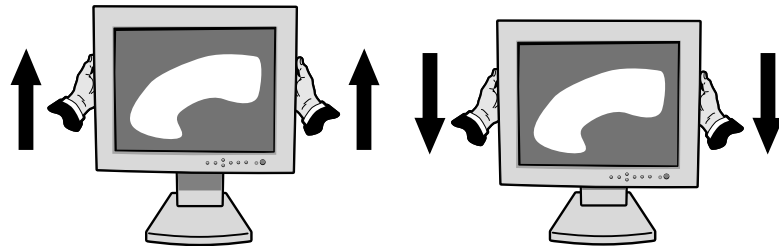

Figure RL.1
Pour élever ou baisser l'écran, placez les poignées de chaque côté du moniteur et soulevez ou baissez vers la position désirée (Figure RL.1).
Pour élever l'écran, placez les poignées de chaque côté du moniteur et soulevez jusqu'à la position la plus haute (Figure RL.1).
2. Placez les poignées de chaque côté du moniteur et soulevez jusqu'à la position la plus haute (Figure RL.1).